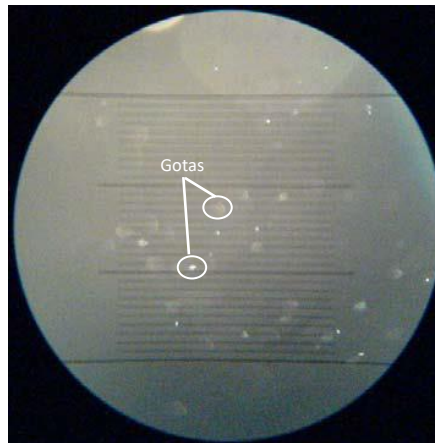

Fig. 4. Enfoque de microscopio con gotas de aceite.
- Ajuste el enfoque del microscopio hasta que vea las gotas de aceite como pequeños círculos blancos (Fig. 4).